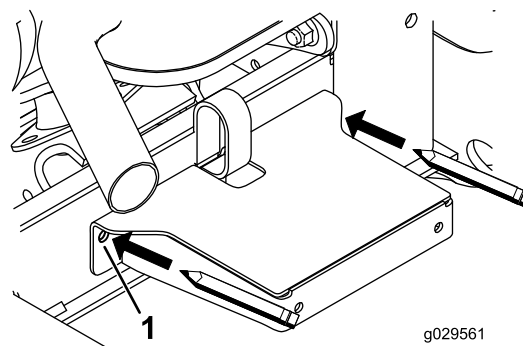

Figura 34
8. Utilice el soporte del bastidor como plantilla para localizar y marcar los otros 2 taladros de montaje del guardabarros en el canal del bastidor (Figura 34).